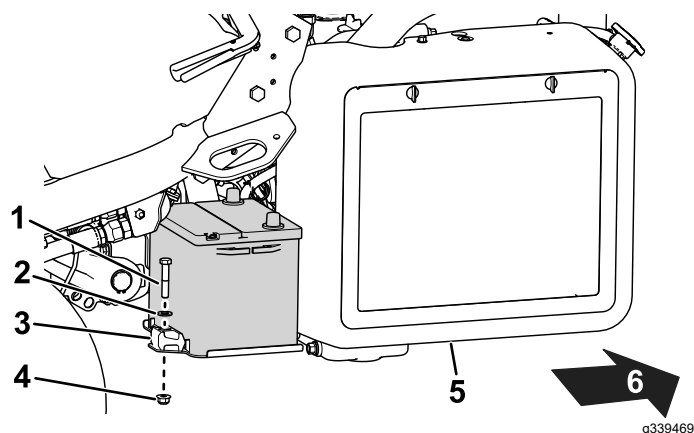

Figura 42
2. Togliete i dispositivi di fissaggio che assicurano la batteria al vassoio (Figura 42) ed estraete la batteria sollevandola.
- Posizionate la batteria sul suo vassoio e fissatela con le aste e gli elementi di fissaggio precedentemente rimossi (Figura 42).